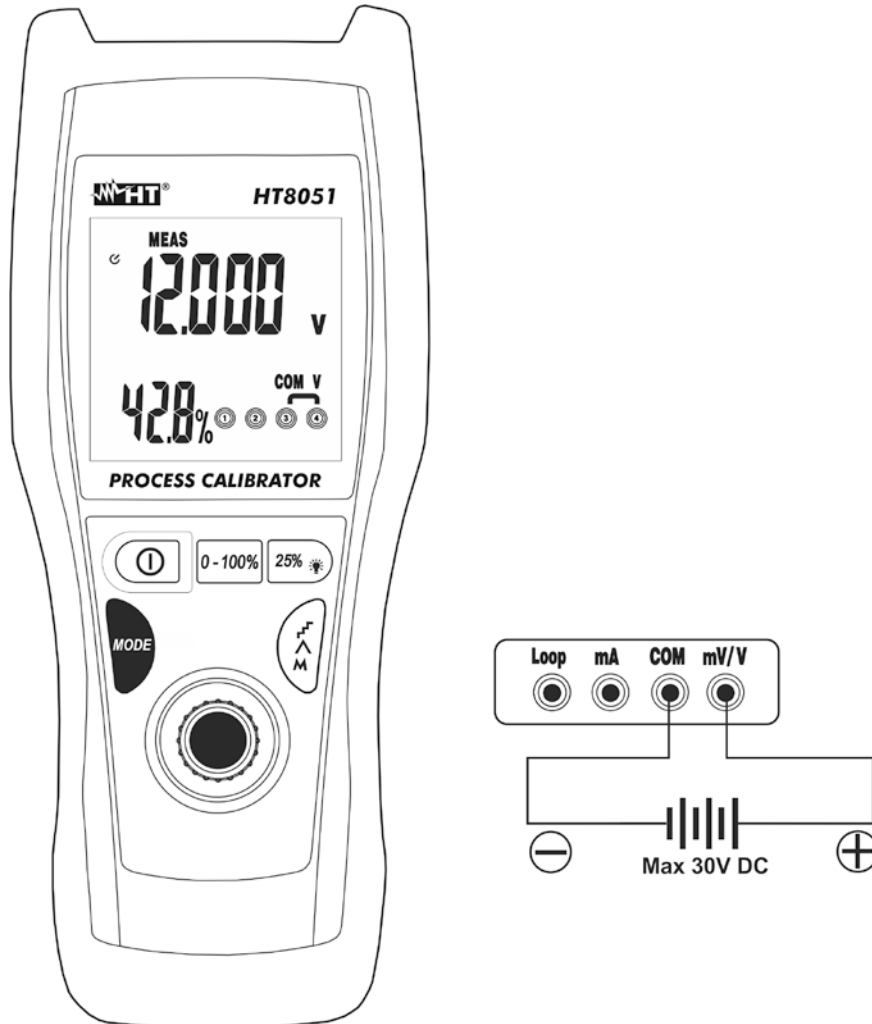

Abb. 3: DC Spannungsmessung
3. Verbinden Sie die grüne Messleitung und die schwarze Messleitung mit dem positivem und negativem Potenzial des zu messenden Kreises (siehe Abb.3)